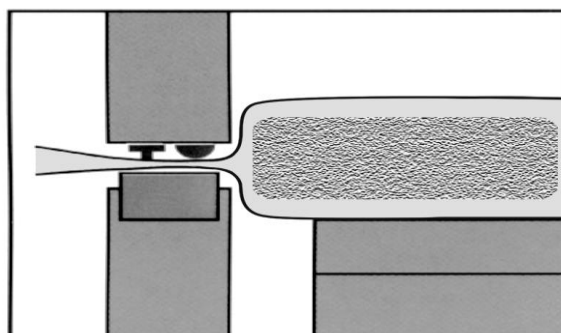

Abb. 3 – Versiegelungsbereich der Beutel
- Der Beutel mit dem Produkt wird in den Vakuumierbereich eingelegt. Zur besseren Optik sowie zum vollständigen Umschließen des Produktes muss das Produkt in einem Beutel möglichst nah am Siegelbalken (Abb. 3) anliegen.